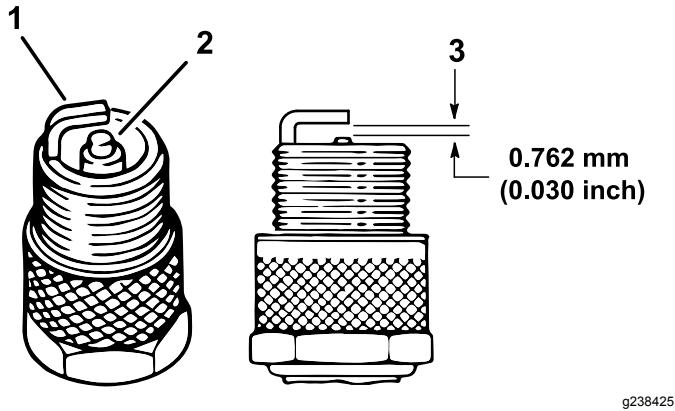

Рисунок 46
- Проверьте состояние бокового электрода, выровняйте по центру электрод и выровняйте по центру изолятора электрода, чтобы избежать повреждений (Рисунок 46).
- Установите зазор между центральным и боковым электродами на 0,76 мм, как показано на Рисунок 46.